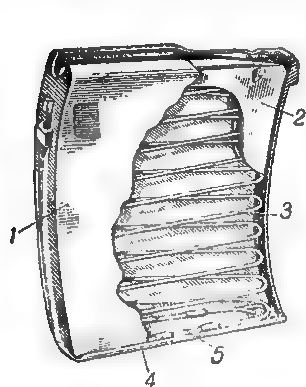

Рис. 40. Магазин:
41. Магазин (рис. 40) служит для помещения 10 патронов и подачи очередного патрона в окно ствольной коробки, где он захватывается затвором и подается в патронник. Магазин состоит из коробки, подавателя, пружины подавателя, крышки коробки и защелки крышки.